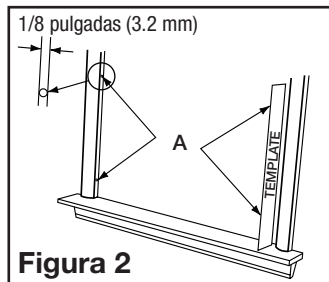

Figura 2
1. Marque la posición de los agujeros para los tornillos en los bordes interiores del marco de la ventana utilizando el patrón suministrado (**Figura 2**).